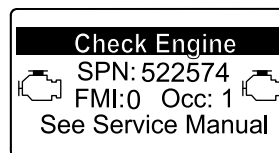

Рисунок 57
- Предупреждение о двигателе SPN 522574, FMI: 0 (Рисунок 57)